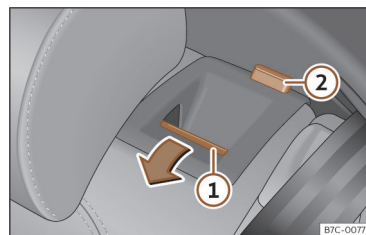

Fig. 69 Banco traseiro: rebater o encosto.
• Pressione o botão de desbloqueio >>> **Fig. 69 ①** para a frente e, ao mesmo tempo, rebata o encosto. O encosto traseiro está desbloqueado quando se vê uma marca vermelha no botão **②**.